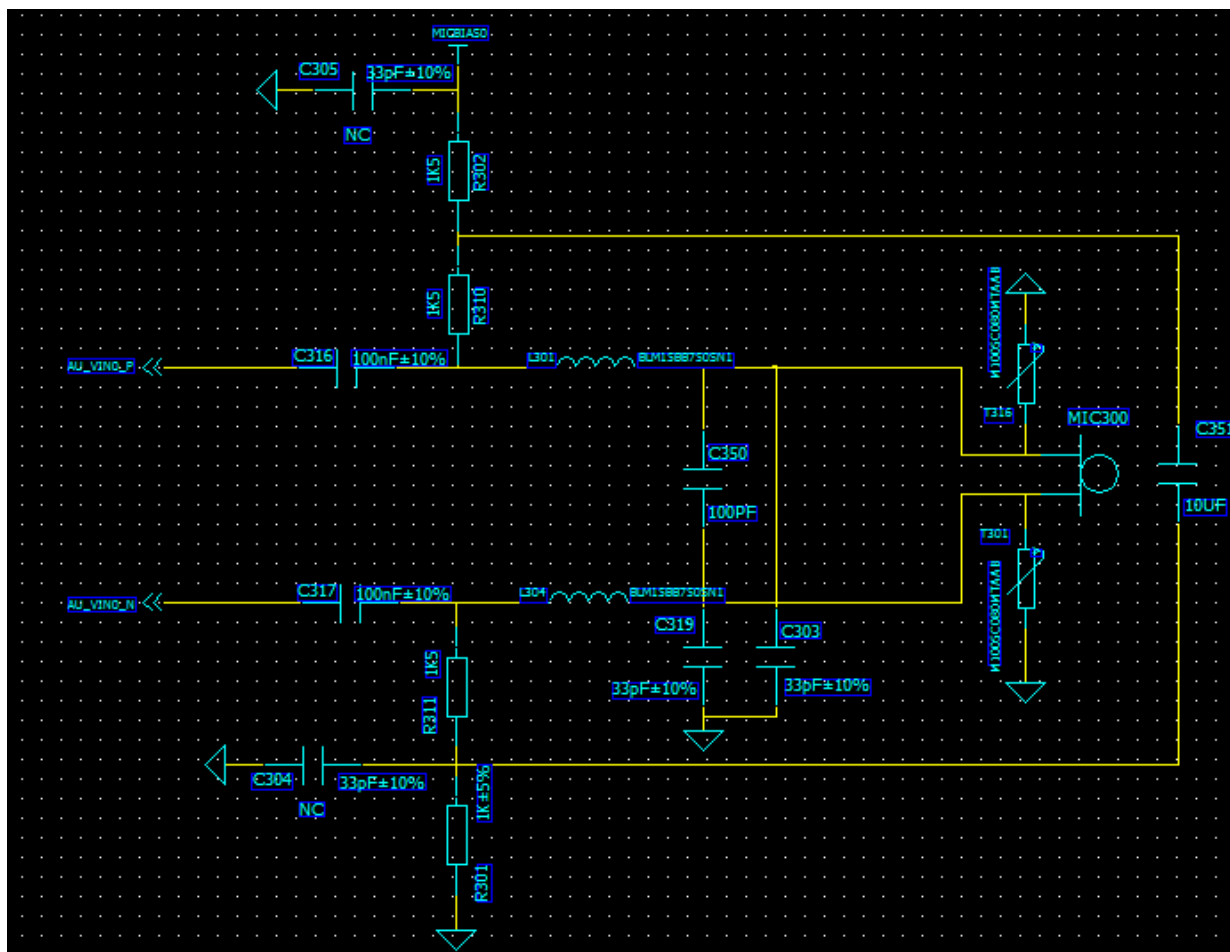

图 3-3
- MIC0 通道主要用于主 MIC 的输入，使用驻极体 MIC 时其典型电路如图 3-3 所示。